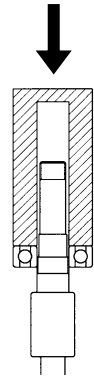

図 5
- (1) 出口側ベアリング⑩を、シャフト⑫の段付部まで完全に圧入する。(図 5)